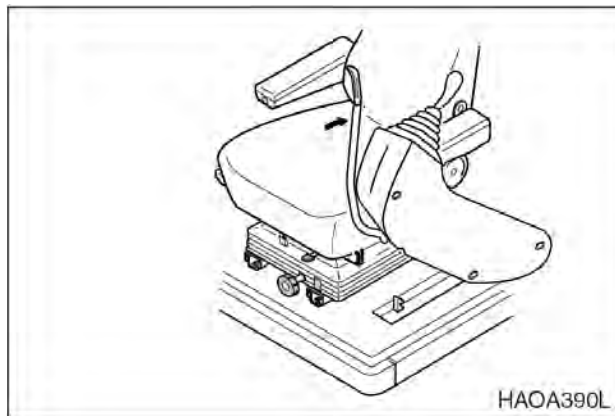

Рис. 106
Покидая машину, необходимо установить рычаг блокировки безопасности в положение блокировки (**LOCK**), рис. 106, в противном случае в результате случайного перемещения рабочих рычагов может произойти серьезная авария.
2. Установить рычаг безопасности в заблокированное положение (**LOCK**), рис. 106.
2. Установить рычаг безопасности в заблокированное положение (LOCK), рис. 106.